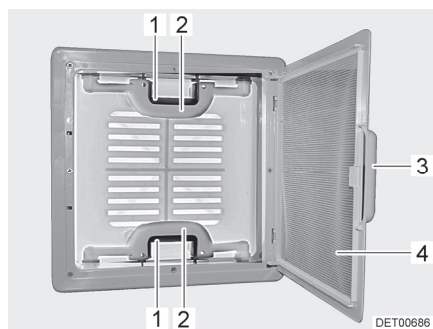

Fig. 16 Oblò a scatto
- Tirare la maniglia (Fig. 16,3).
- Ribaltare la protezione contro gli insetti (Fig. 16,4) verso il basso.
- Premere la chiusura a scatto (Fig. 16,1) verso l'interno dell'oblò. Premere contemporaneamente verso l'alto l'oblò con la maniglia (Fig. 16,2).
- Spingere la protezione contro gli insetti (Fig. 16,4) verso l'alto finché non si innesta.
- Tirare con forza verso il basso le due maniglie (Fig. 16,2) dell'oblò, fino a quando non scattano entrambe le chiusure (Fig. 16,1).